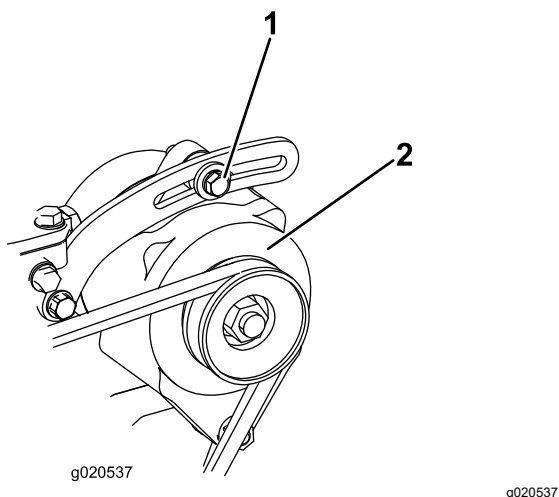

Figura 146
3. Compruebe la tensión de la correa del alternador presionándola (Figura 146) en el punto intermedio entre las poleas del alternador y del cigüeñal con una fuerza de 10 kg.
4. Afloje el perno que sujeta el alternador al tirante y el perno de pivote del alternador. (Figura 146)